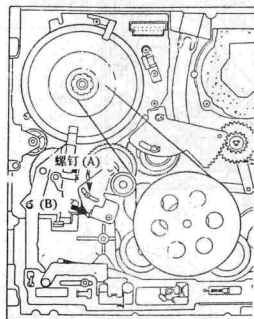

图71
步骤: ①如图71所示, 轻轻地用螺丝刀松开螺钉A;
②将扇形张力测量仪安装在箭头(B)所指的位置;
③当扇形张力测量仪读数为 40 ± 5 g时,拧紧螺钉A。